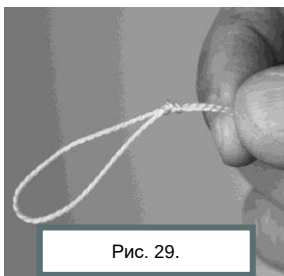

Рис. 29.
6. На конце удлинительного шнура сделать петлю, продеть петлю в отверстие противовеса, а затем другой конец удлинительного шнура (см. рис. 29 – 31).